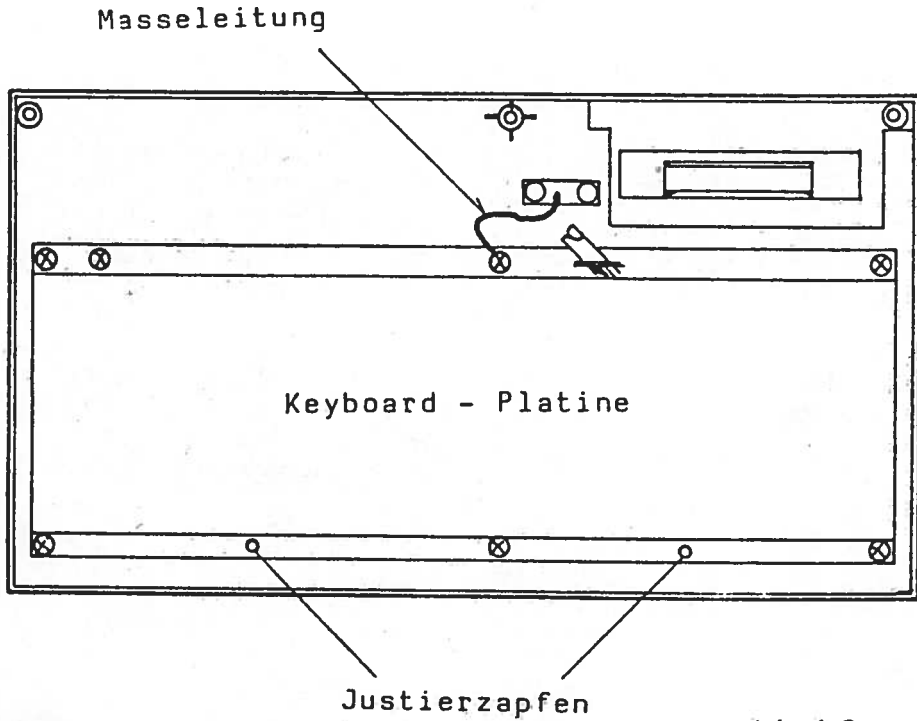

Abb. 1.2
In das Oberteil des Gehäuses ist die Tastaturplatine eingebaut. Auf ihr sind alle Tasten sowie die Leuchtanzeigen montiert. Zur mechanischen Stabilisierung ist diese Platine mit zusätzlichen Verstärkungen versehen. Die obere Kunststoffschale enthält Justierzapfen, die als Montagehilfe in die Tastaturplatine ragen (Abb. 1.2).
4. Mit  $\Phi$  bezeichnete Schrauben (Abb. 1.2) mit einem passenden Kreuzschlitzschraubendreher herausdrehen.